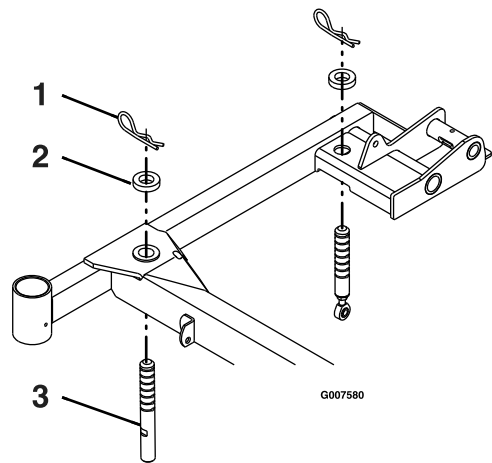

Figure 69
3. Vérifiez que toutes les goupilles fendues sont insérées dans les trous de hauteur de coupe de 7,62 cm et que des entretoises sont placées dessous (Figure 69).
4. Raccourcissez/allongez chaque goupille de support du plateau pour obtenir une hauteur à la pointe de la lame de 7,62 cm à l'avant du plateau et de 8,26 cm à l'arrière du plateau (Figure 69).